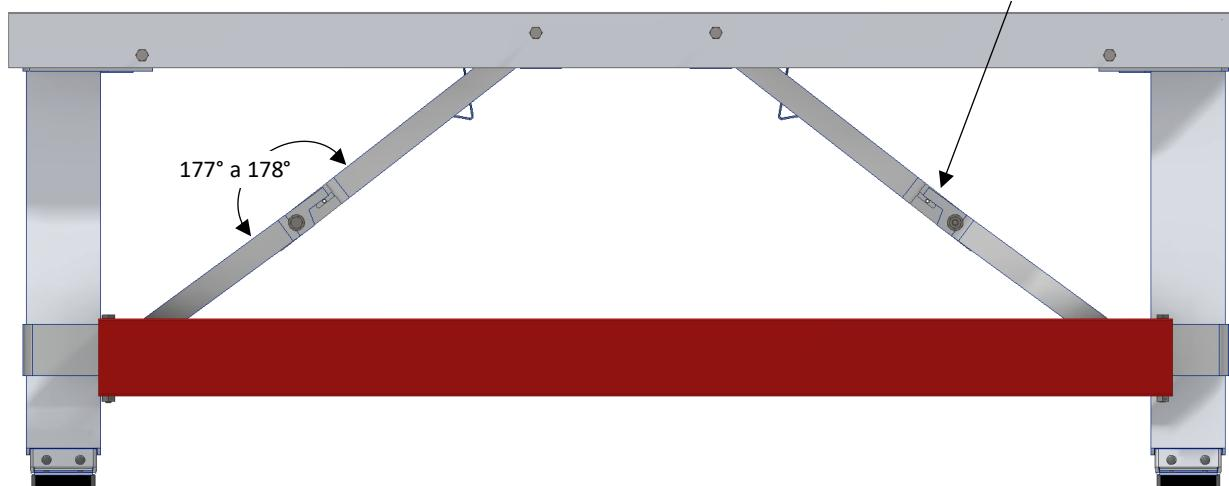

Figura 1
ADVERTENCIA: LOS ENSAMBLES DEL REFUERZO DE FIJACIÓN EN EL BANCO PLEGABLE DE ALUMINIO WAL-BOARD® DEBEN ENGANCHARSE Y BLOQUEARSE POR COMPLETO SOBRE EL CENTRO (VEA LA FIGURA 1) ANTES DE INTENTAR USAR EL BANCO PLEGABLE DE ALUMINIO WAL-BOARD®. NO ASEGURARSE DE QUE LOS ENSAMBLES DEL REFUERZO DE FIJACIÓN ESTÉN ENGANCHADOS Y BLOQUEADOS POR COMPLETO SOBRE EL CENTRO ANTES DE INTENTAR USAR EL BANCO PLEGABLE DE ALUMINIO WAL-BOARD® HARÁ QUE EL BANCO PLEGABLE DE ALUMINIO WAL-BOARD® SE DESPLOME Y PROVOQUE UNA LESIÓN GRAVE O LA MUERTE.
7. Verifique que cuando el ensamble del refuerzo de fijación esté bloqueado, esté bajo tensión sobre el centro como se indica en la figura 1.